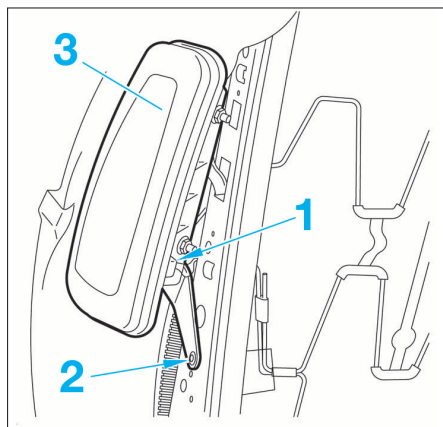

FIG. 4
- Débrancher le connecteur (1) (Fig.4)
- A l'aide d'un foret de Ø 6 mm, percer la tête du rivet (2).
- Déposer l'airbag (3) du dossier.